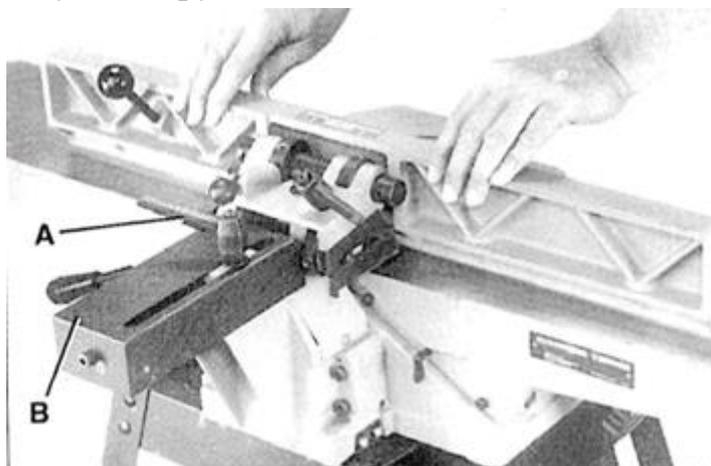

Рис. 36 Использование ограждения
1. Для того чтобы переместить ограждение по столу, открутите стопорную рукоятку (A) – Рис. 36 и поворачивайте рукоятку (B) до достижения желаемого положения. Затем затяните стопорную рукоятку (A). При перемещении ограждения по столу заднее ограждение режущей головки (C) закрывает и защищает режущую головку.